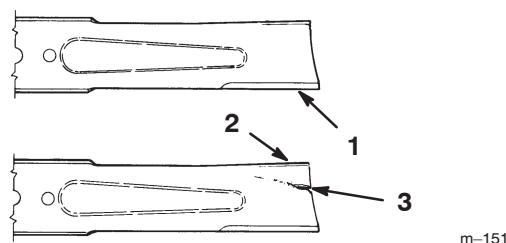

Figure 24
1. Inspectez les tranchants des lames (Fig. 24). Si elles ne sont pas tranchantes ou si elles présentent des indentations, déposez et aiguisez les lames (voir Aiguiseur des lames, page 28).
2. Inspectez les lames, surtout la partie incurvée (Fig. 24). Remplacez immédiatement toute lame endommagée, usée ou qui présente une entaille (repère 3 de la Fig. 24).